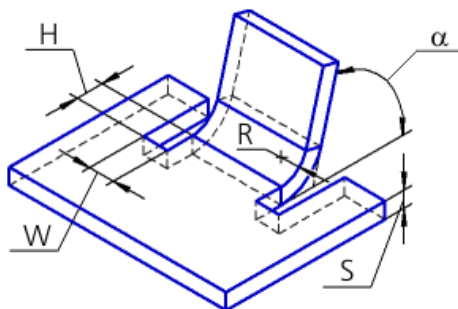

Рис. 6.35. Параметры листового тела
Листовое тело (рис. 6.35) характеризуется толщиной материала (S), из которого оно изготовлено.